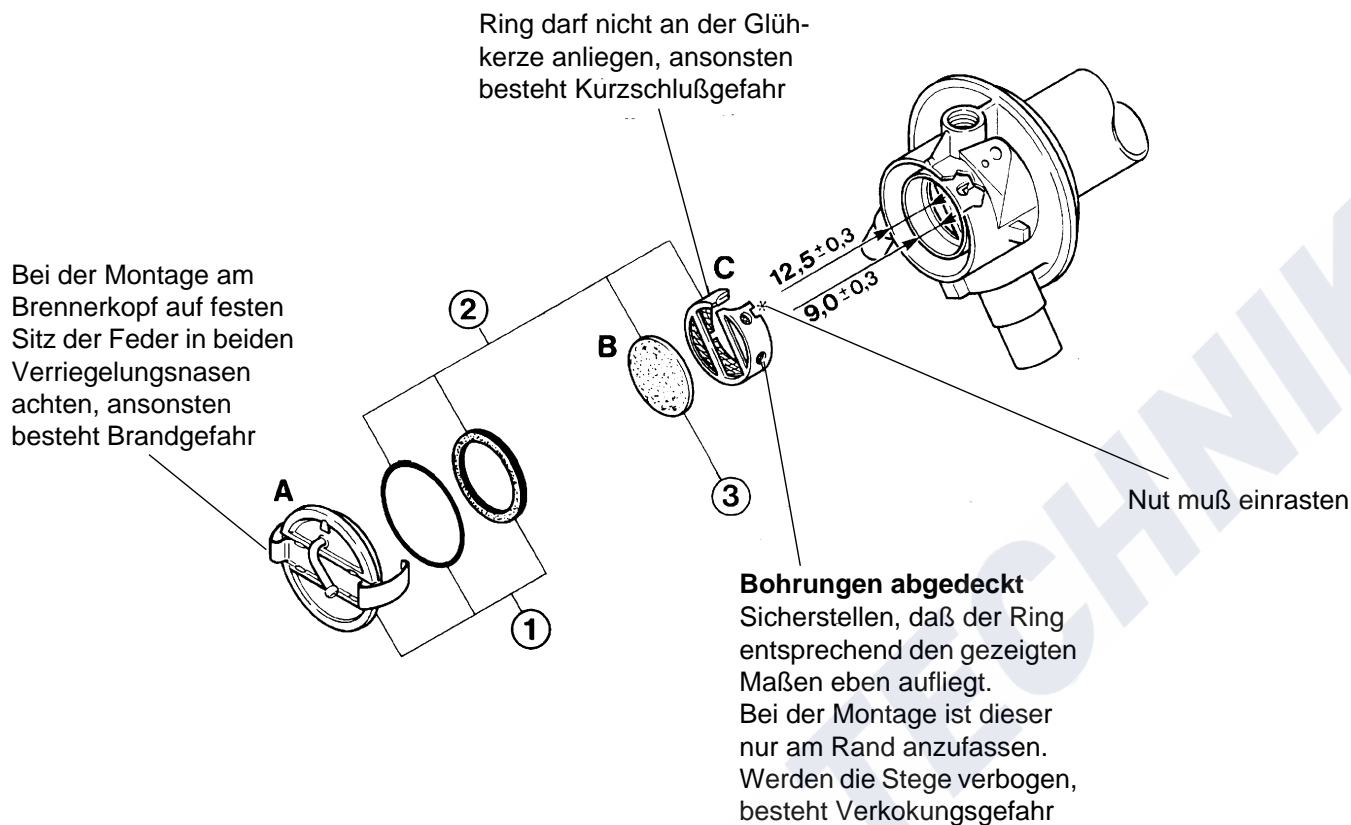
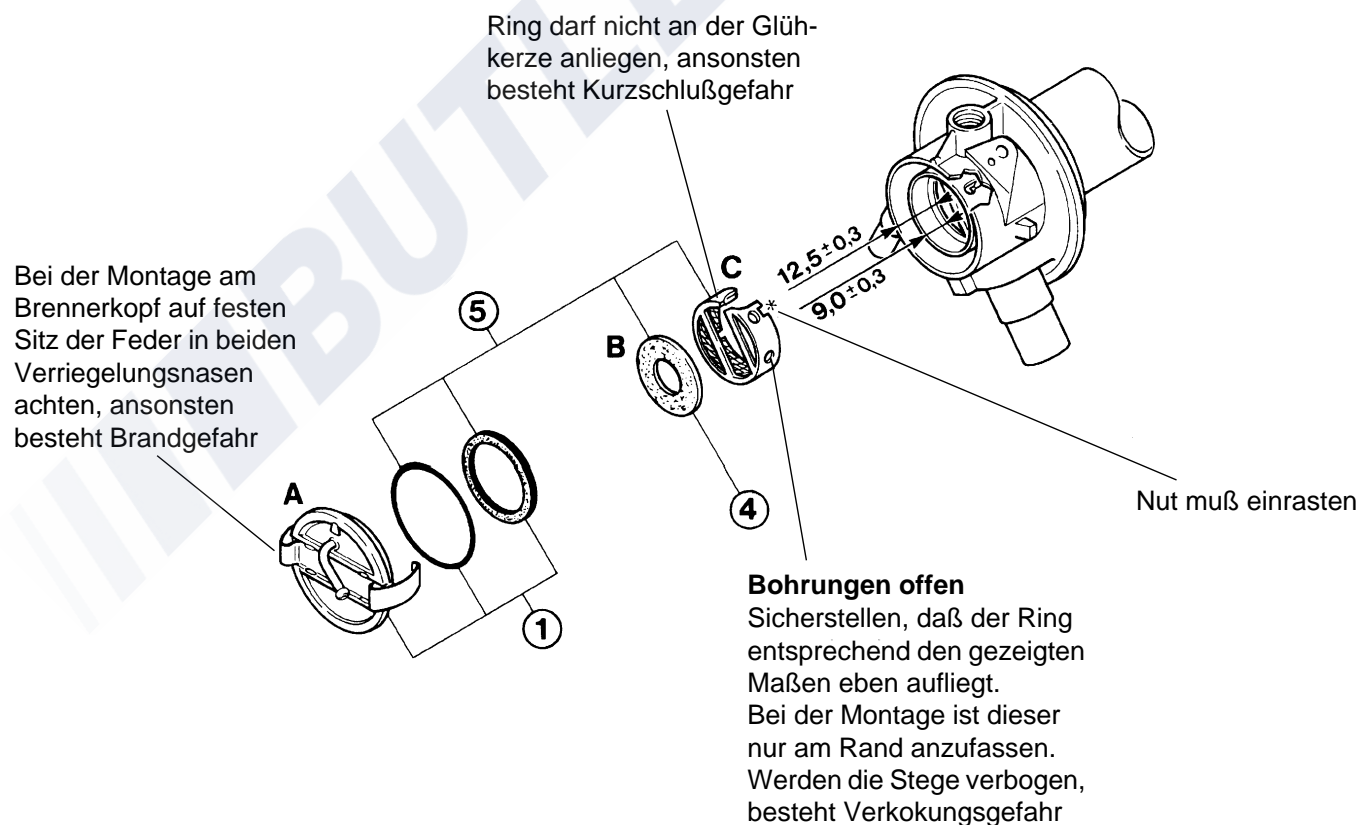

Abb. 909 Montagefolge am Brennerkopf, Benzin
Abb. 910 Montagefolge am Brennerkopf, Diesel
Das Vlies ist bei der Benzin- und Dieselverson unterschiedlich (siehe Abb. 909 bzw. 910). Bei der Montage sind, bis auf den Deckel, alle Teile (Runddichtring, Vlies, Ring und Dichtring) zu erneuern.
1. Vlies, unter Beachtung der Montagefolge, gemäß Abb. 909 (BBW 46) oder gemäß Abb. 910 (DBW 46) einbauen.